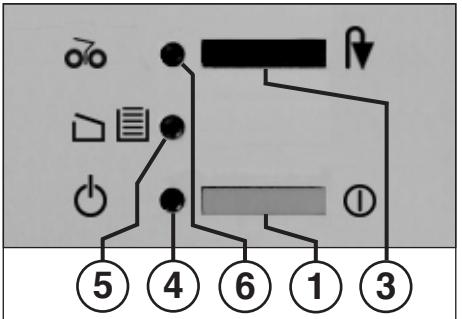

Рис. 1
1 = Переключатель (рис. 1)
3 = Переключатель (Рис. 1)
При заполнении бумаги сборника прибор отключается. Контрольный индикатор "Корзина заполнена" / "Дверца открыта" (5) (Рис. 1) **мигает**. При засорении режущего механизма загорается одновременно контрольный индикатор "Засор" / "Стоп" (6). Проводите опорожнение приемного мешка следующим образом:
- Задвиньте выдвижную раму вместе с мешком внутрь измельчителя и закройте дверцу. Контрольный индикатор (5) (рис. 1) гаснет.
- Нажмите переключатель "Реверс" / "Стоп" (3). Режущий механизм измельчает остатки бумаги во входном отверстии и отключается. Контрольный индикатор (6) гаснет. После этого можно продолжить резку бумаги.
- Загорается контрольный индикатор (6) (рис. 1).
- Нажмите и **удерживайте** кнопку переключателя "Реверс" / "Стоп" (3), удалите бумагу, выходящую при этом из входного отверстия прибора.
- После удаления бумаги режущий механизм начинает вращение вперёд и измельчает остатки во входном отверстии, а затем отключается. Контрольный индикатор (6) (Рис. 1) гаснет.
если происходит перегрев двигателя, то он отключается. Выключите прибор с помощью переключателя (1) (рис. 1).